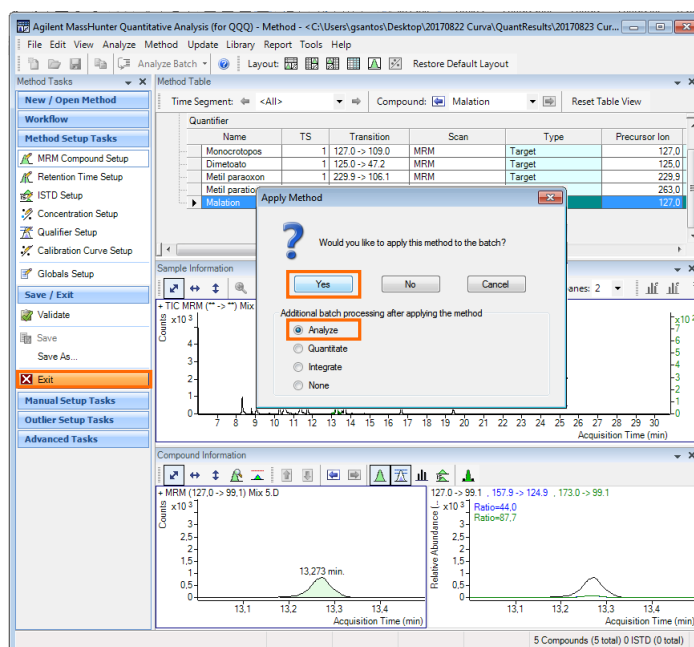

Figura 68. Análisis cuantitativo del lote.
8.10.7. Analizar el lote. Después de verificar y salvar el método. Se debe dar **click** en **Exit**. El programa le preguntará si desea aplicar este método al lote. Seleccionar **Analyzed>OK**, véase **Figura 68**.